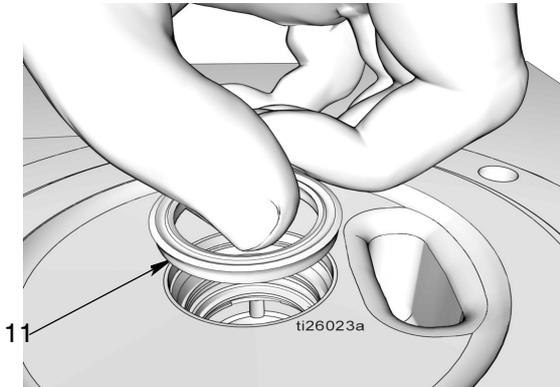

FIG. 36
- h. Installare la tenuta (11), con i labbri rivolti verso l'alto come mostrato in FIG. 36.